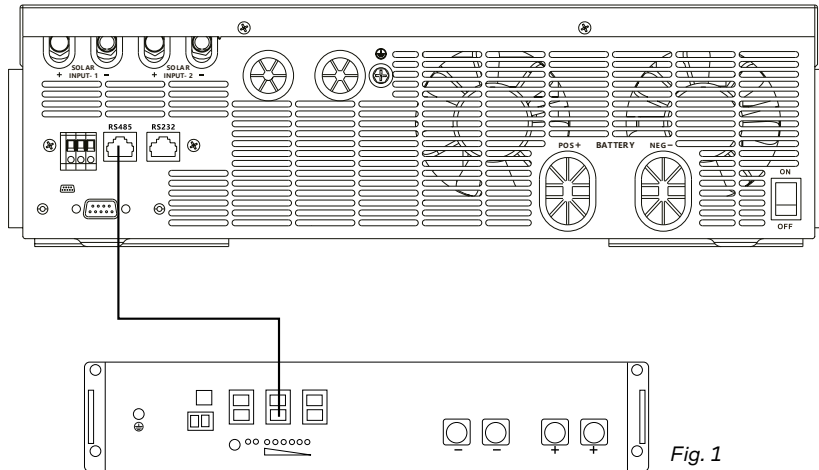

Fig. 1
1. Utilice el cable RS485 para conectar el inversor y la batería de litio como se muestra en la fig. 1.